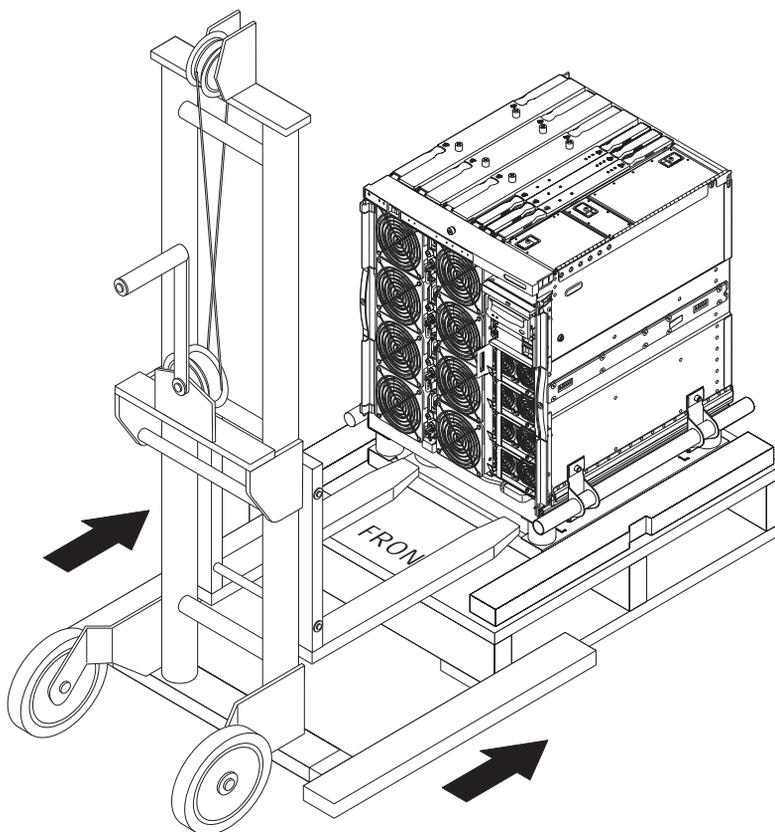

ABBILDUNG 1-8 Einföhren des Hubgeräts in das Versandgestell
2. Schieben Sie die Gabeln des Hubgeräts vollständig durch die Öffnung des Versandgestells (ABBILDUNG 1-8).